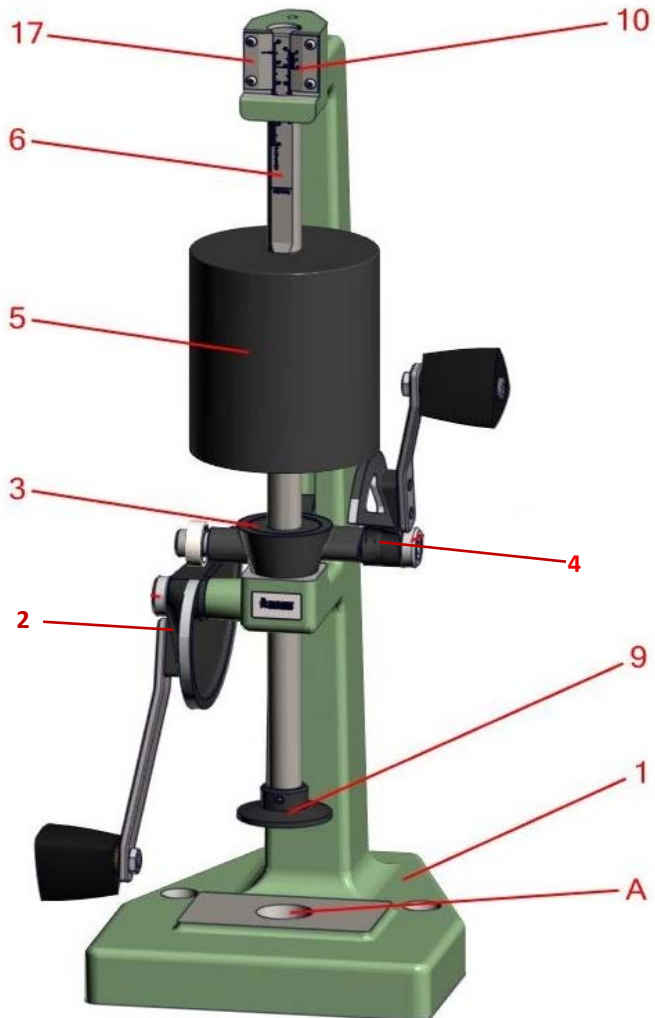

Figure 1 : Damoir de Sable – Principaux Composants
L'appareil (Figure 1) se compose d'un cadre (N°1), d'une came auxiliaire (N°2) et d'une came principale (N°4) en fonte hautement résistante. Les autres pièces sont en acier trempé et dotées d'un revêtement spécial antirouille, afin de les protéger de l'environnement corrosif du laboratoire.
2. Ce dernier doit être placé de façon que sa bride supérieure soit parfaitement horizontale. Toute inclinaison sera répercutée à la base de l'appareil et le damoir de sable, avec sa tige principale (Figure 1, N°6), perdront leur verticalité. Insérez des cales au besoin et fixez le socle au sol avec des boulons.
5. Lubrifiez la tige (Figure 1, N°6) avec une huile légère (SAE 10). Éliminez l'excès d'huile à l'aide d'un chiffon propre et absorbant. Laissez une fine couche d'huile sur la tige afin que l'outillage coulisse facilement. L'appareil doit toujours être maintenu dans cet état.
6. Ne jamais tourner la came principale (Figure 1, N°4) sans sable de moulage à l'intérieur du tube à éprouvette, ou l'énergie d'impact du poids en chute libre (Figure 1, N°5) sera absorbée par le cadre (Figure 1, N°1) et affectera l'alignement.
Le Damoir de Sable a été conçu avec quatre échelles. Deux d'entre elles sont fixées au cadre du damoir – le vernier 50 mm (métrique) ou 2" (AFS), situé sur le côté gauche (Figure 1, N°17), et le vernier de hauteur d'éprouvette, aussi appelé vernier droite (Figure 1, N°10). Les deux autres sont gravées directement sur la tige (Figure 1, N°6) – l'échelle de compactibilité (côté gauche) et l'échelle de hauteur d'éprouvette (côté droit).
5. Déplacez doucement le montage socle/tube à éprouvette vers le support du socle du damoir de sable (Figure 1, Lettre A).
6. Tournez doucement la came auxiliaire (Figure 1, N°2) afin de faire descendre la tige principale (Figure 1, N°6) et le pied de compactage (Figure 1, N°9) dans le sable contenu dans le tube à éprouvette. Puis, tournez lentement la came principale (Figure 1, N°4) pour faire chuter le poids trois fois, avec trois révolutions complètes de la came.
7. À l'aide de la marque 50 mm (ou 2") située sur le vernier gauche (Figure 1, N°17), lisez et enregistrez la valeur de compactibilité à partir de l'échelle correspondante gravée sur le côté gauche de la tige (Figure 1, N°6).
7. Déplacez doucement le montage socle/tube à éprouvette vers le support du socle du Damoir de Sable (Figure 1, Lettre A).
8. Tournez doucement la came auxiliaire (Figure 1, N°2) afin de faire descendre la tige principale (Figure 1, N°6) et le pied de compactage (Figure 1, N°9) dans le sable contenu dans le tube à éprouvette. Puis, tournez lentement la came principale (Figure 1, N°4) pour faire chuter le poids trois fois, avec trois révolutions complètes de la came.
3. Avant de retirer la came auxiliaire (Figure 1, N°2) et le pied de compactage (Figure 1, N°9) de l'intérieur du tube à éprouvette, mesurez la hauteur réelle de l'éprouvette à l'aide du vernier de poids droite à 0,1 mm près (1/128"). Pour ce faire, alignez les deux marques les plus proches entre le vernier de poids droite et l'échelle de poids d'éprouvette gravée sur le côté droit de la tige. Cette procédure est illustrée sur le schéma suivant. Notez cette valeur.